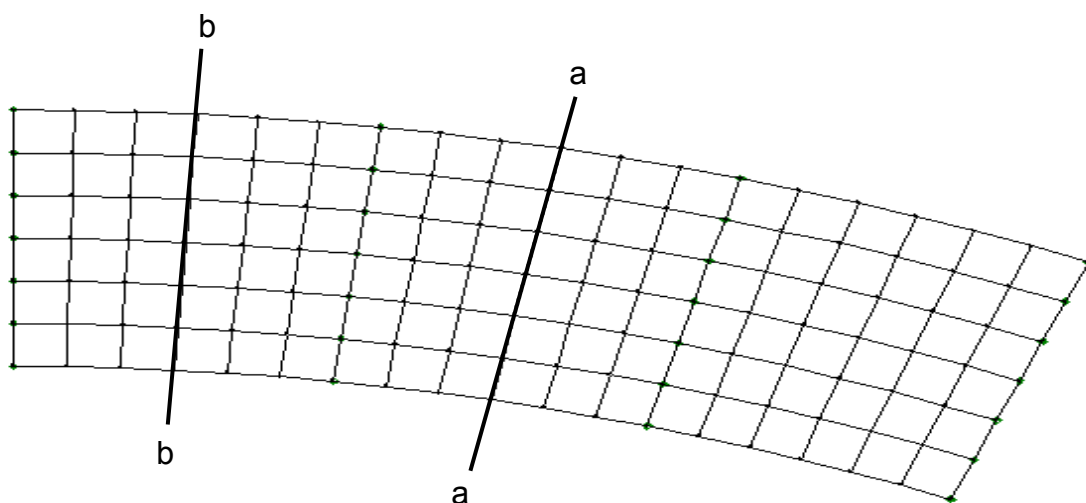

Fig. 36
- practicați o secțiune transversală podului a - a (fig. 36)